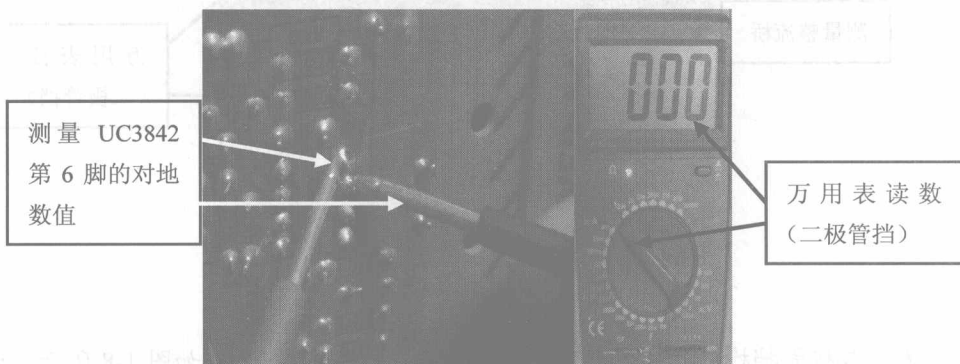

图 1-10
- ⑤ 用万用表的二极管挡测量开关管电源控制芯片 UC3842 第 6 脚的对地数值，测得它的数值为 0，说明电源控制芯片 UC3842 的第 6 脚对地短路，如图 1-10 所示。